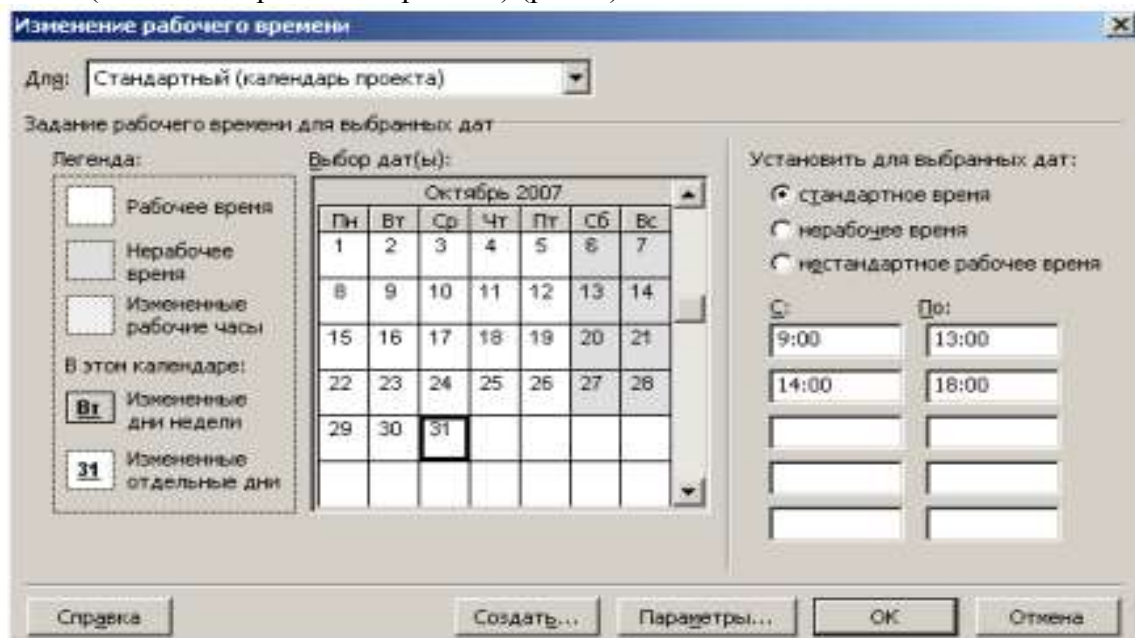

Рис. 5
- Выберите команду меню (Сервис • Изменить рабочее время). На экране появится диалог (Изменение рабочего времени) (рис. 5)